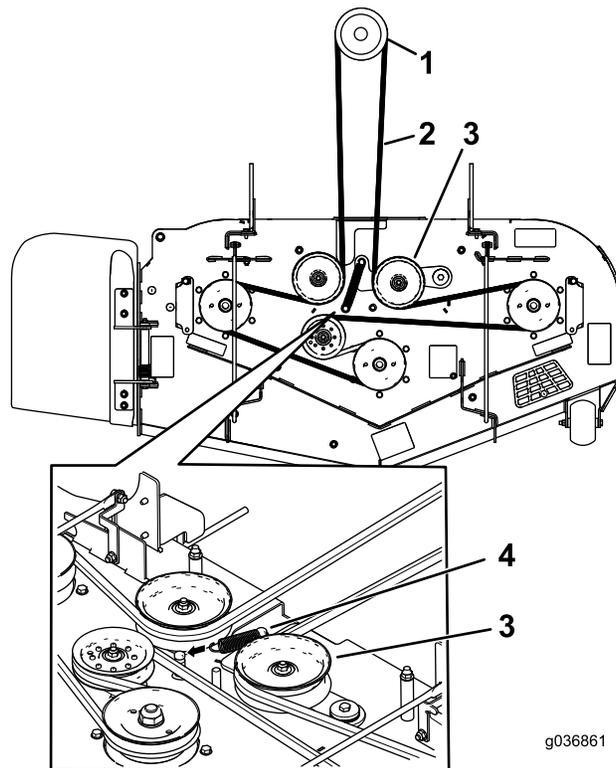

Figura 64
10. Pase la correa nueva alrededor de las poleas del cortacésped y de la polea del embrague, debajo del motor (Figura 64).
11. Instale el muelle tensor (Figura 64).